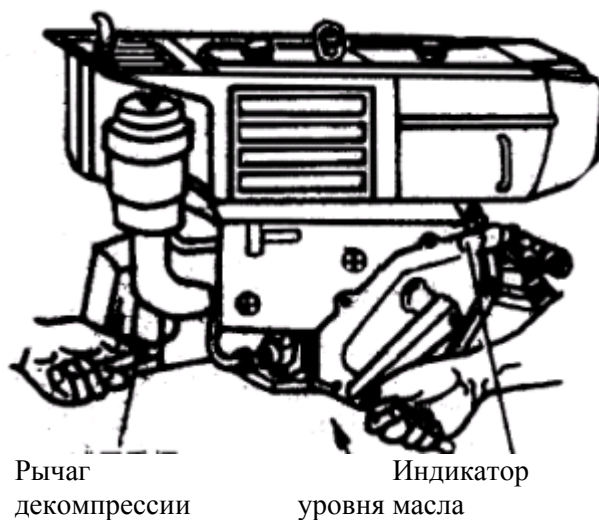

Рис. 3 Удаление антикоррозионного масла
2. Снимите выхлопную трубу, вставьте пусковую ручку в соответствующий вал, поверните рычаг декомпрессии левой рукой и проворачивайте двигатель при помощи пусковой рукоятки, чтобы удалить антикоррозийное масло из цилиндра. Вращайте пусковую рукоятку до тех пор, пока масло не перестанет вытекать с выхлопного отверстия. После этого установите в прежнее положение выхлопную трубу, как показано на рис. 3.